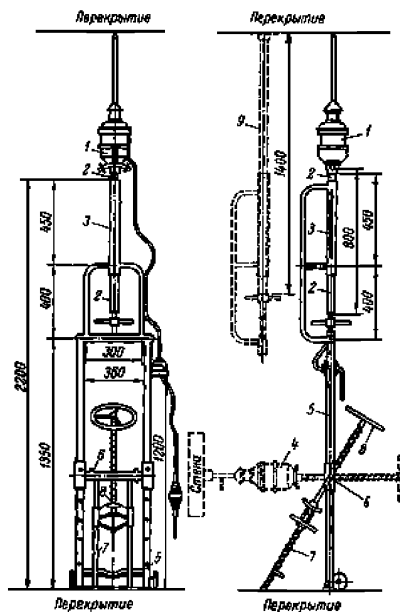
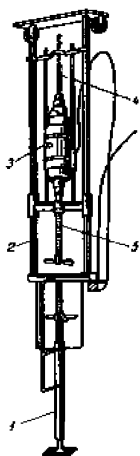
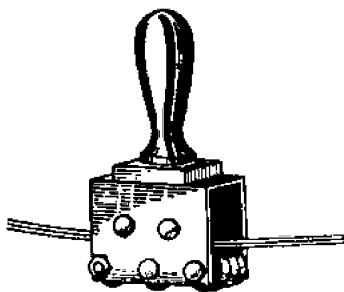

Рис. 1. Станок-стойка для сверления отверстий в полах, потолках и стенах
Рис. 2. Устройство для создания давления на сверло при сверлении отверстий в стенах и перекрытиях
Рис. 3. Приспособление для правки плоских проводов
5. Гнезда и отверстия в кирпичных и бетонных основаниях пробивают с помощью пневматических молотков перфораторов, электромолотков. Для сверления отверстий применяют электросверлилки, для сверления отверстий под любым углом - станок-стойку (рис. 1), для сверления проходов в стенах - специальный штатив, для сверления отверстий в потолке диаметром до 32 мм - станок-стойку (рис. 2) в соединении с винтовым домкратом; борозды и канавки вырубает вручную или с помощью бороздофреза. Для правки проводов применяют специальное приспособление (рис. 3).